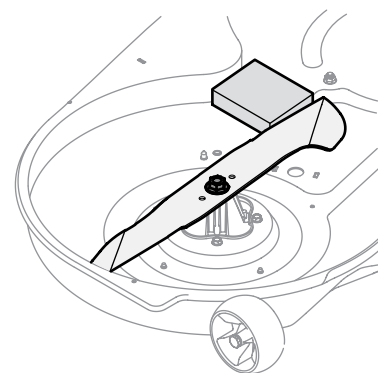

Figura 4-16
- Coloque un bloque de madera entre el deflector del alojamiento central de la plataforma y la cuchilla de corte para que actúe como estabilizador. Consulte la Figura 4-16.
- Extraiga la tuerca de brida hexagonal que asegura la cuchilla al montaje del husillo. Consulte la Figura 4-16.